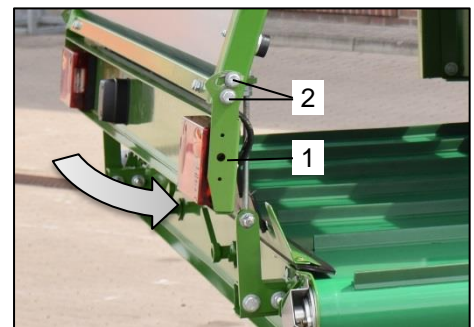

Bild 45: Leuchenträger positionieren
- Lösen Sie auf beiden Maschinenseiten die Befestigungsschrauben (Bild 45 / Pos.2) am Leuchenträger (Bild 45 / Pos.1).
- Richten Sie den Leuchenträger (Bild 45 / Pos.1) senkrecht zur Fahrbahn / Boden aus.
- Ziehen Sie auf beiden Maschinenseiten die Befestigungsschrauben (Bild 45 / Pos.2) am Leuchenträger (Bild 45 / Pos.1) an.